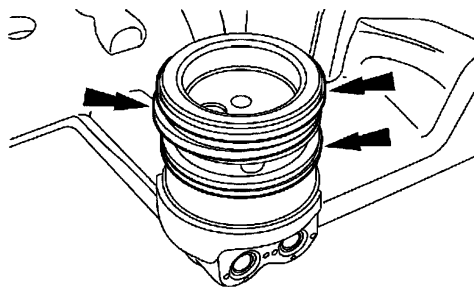

图 15-37 安装新密封
20) 安装新的可变凸轮轴正时壳体密封，如图 15-37 所示。